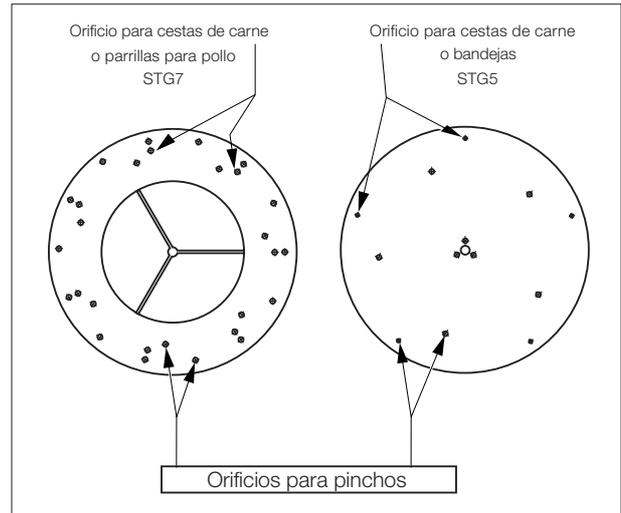

Figura 3.2
- Coloque las puntas del pincho en los orificios del disco rotor destinados para este fin (véase figura 3.2). Introduzca el otro extremo en los orificios correspondientes del disco opuesto.
- Coloque los extremos de las bandejas en los orificios correspondientes de los discos del rotor (véase figura 3.2).
- Debe introducir los extremos de las cestas en los orificios correspondientes de los discos del rotor (véase figura 3.2).